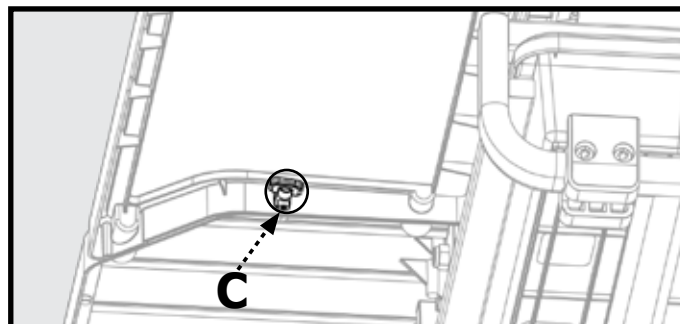

Figura 14
1. Coloque la bandeja de bienvenida lateral (18) para alinearla con la extensión de la mesa.
2. Asegure la bandeja de salpicaduras lateral a la extensión de la mesa apretando el tornillo de mariposa (C) debajo de la bandeja de salpicaduras lateral como se muestra en la Figura 14.